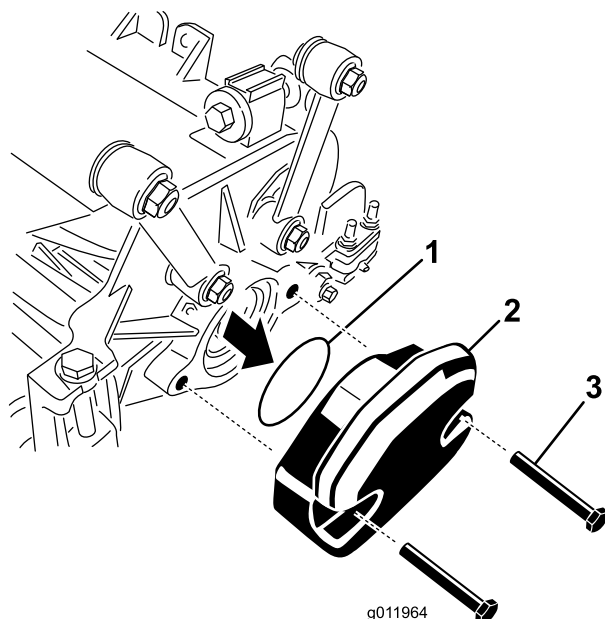

図 23
2. 右側カッティングユニットの内側の端部から、ウェイトとOリング（図 23）を取り外す。